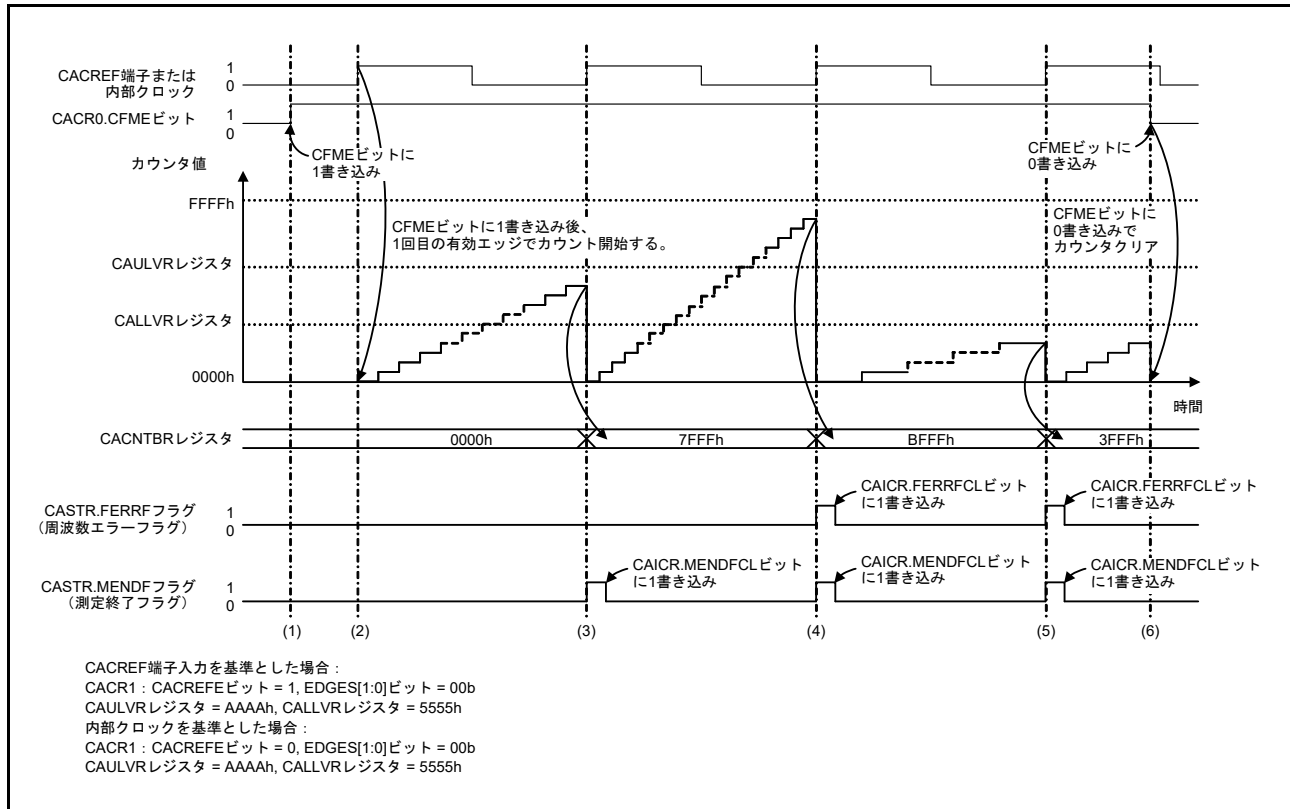

図 9.2 CAC の動作例
CAC は、CACREF 端子入力または内部クロックを基準にしてクロック周波数を測定します。図 9.2 に CAC の動作例を示します。
2. CACR1.EDGES[1:0] ビットで選択した有効エッジが測定基準クロックから入力されると、タイマがカウントアップを開始します。図 9.2 に示すように、有効エッジは立ち上がりエッジ (CACR1.EDGES[1:0] = 00b) です。